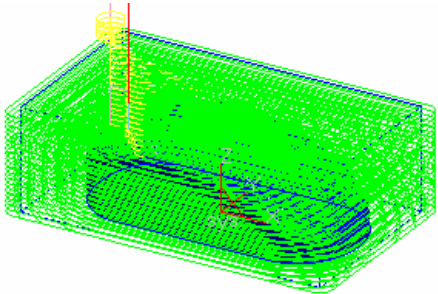

图 8-102 生成刀具轨迹
10) 单击鼠标右键确认后系统开始计算，稍后生成轨迹，如图 8-102 所示。